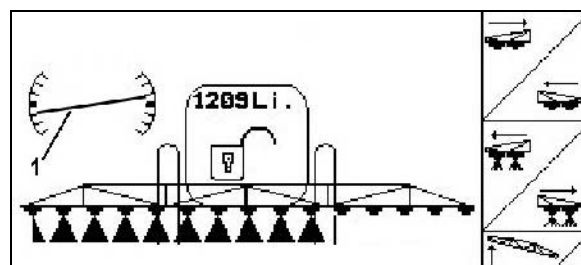

Рис. 86
- На дисплее символ регулировки наклона (Рис. 86/1) показывает наклон штанг опрыскивателя в зеркальном отображении. Теперь поднята правая сторона штанг опрыскивателя.